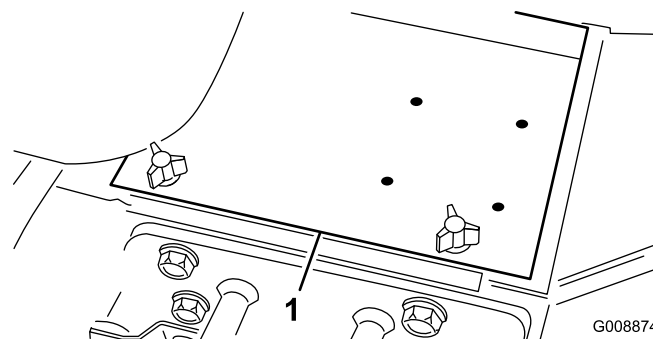

Figura 3
2. Retire a cobertura da bateria (Figura 3).